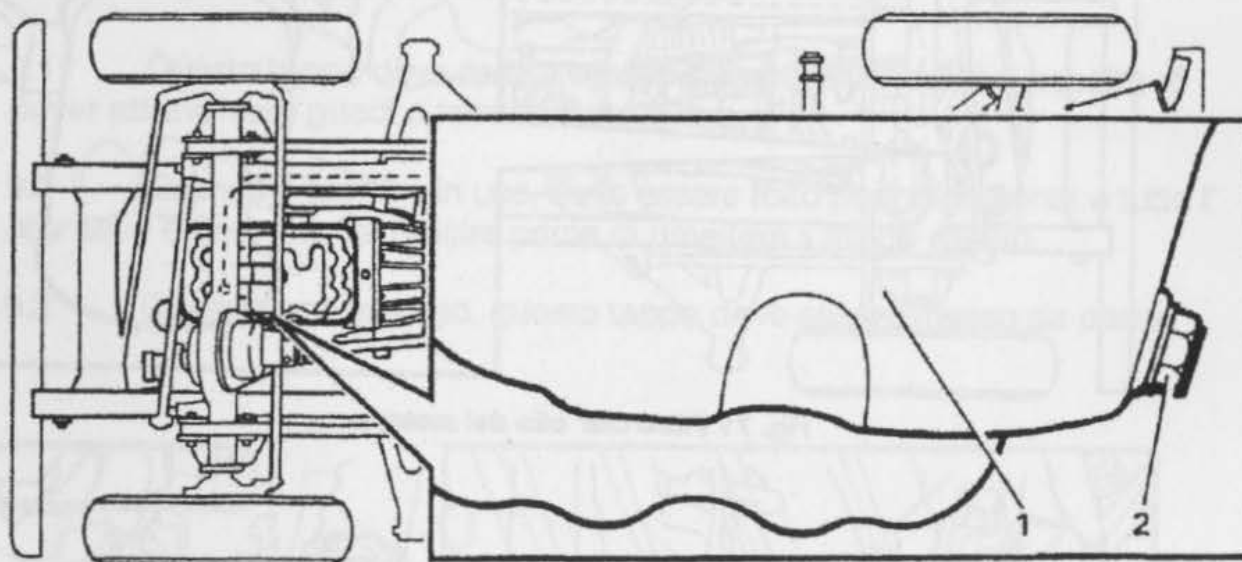

Fig. 70 Come scaricare la coppa dell' olio
8.1.2 Porre un contenitore adatto sotto la coppa dell' olio (Fig. 70 (1)).